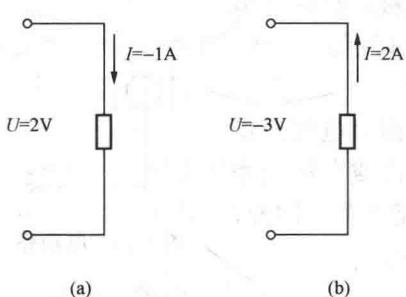

图 1-10 [例 1-3] 图
**【例 1-3】** 试计算图 1-10 中的元件的功率，并判断其类型。